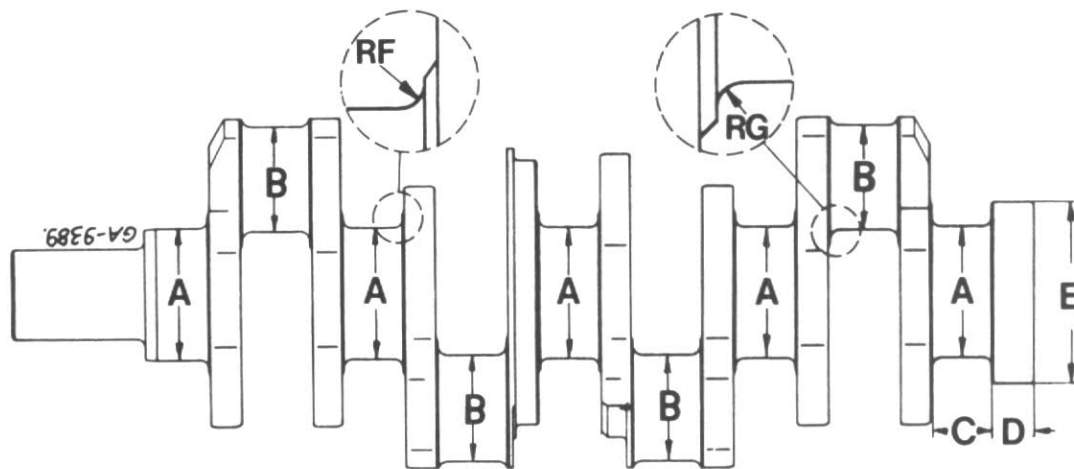

Figure 86
- Trempe par nitruration gazeuse "Deep Nitroc". Les vilebrequins comportent la lettre "N" sur la face AV du premier bras de vilebrequin. Il faut tremper à nouveau les vilebrequins après rectification à la 2ème ou 3ème cote de réparation. Voir fig. 86.
La plus importante considération est d'éviter les brûlages pendant le travail de rectification. Reportez-vous à la fig. 86 pour les dimensions de rectifications.
4. Ne rectifiez pas les tourillons et les manetons au-delà des limites spécifiées par la fig. 86.